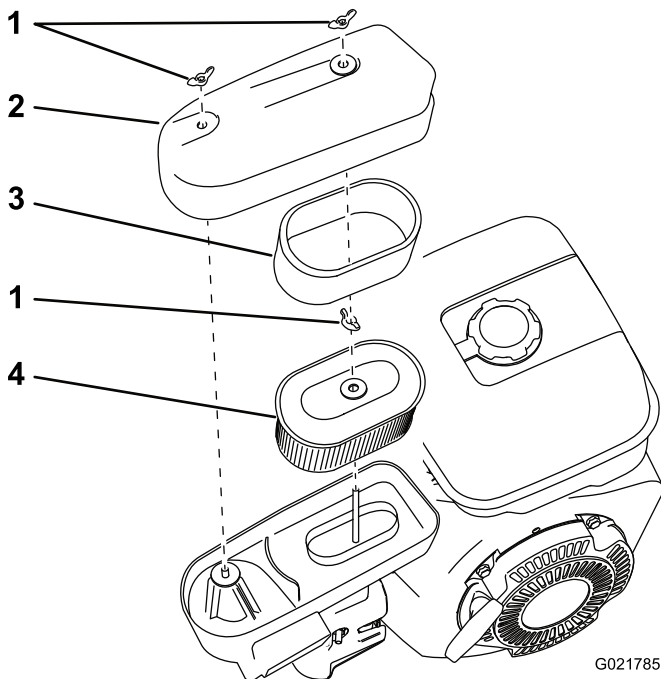

Figura 18
3. Retire las tuercas de orejeta que sujetan la tapa (Figura 18).
6. Separe cuidadosamente de la base los elementos de gomaespuma y de papel (Figura 18).
7. Separe el elemento de gomaespuma del elemento de papel (Figura 18).